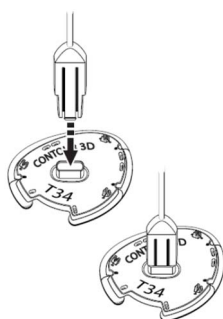

図 6
- 2) ハンドルを使用する場合は、滅菌済みのハンドルの先端をホルダの凹部(スナップフィットキャビティ)に真っ直ぐ差し込む(図 6)。ハンドルの細い部分は、本品の角度を弁輪面に合わせられるよう、自在に曲げることができる。